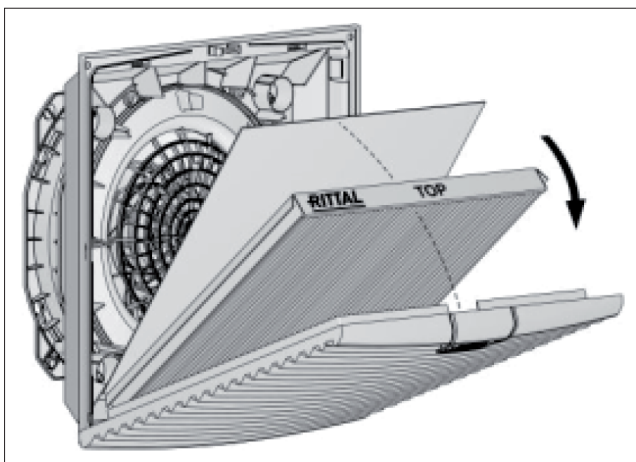

Bild 9: Inbyggnad av finfiltermatta IP55
- Gäller endast IP55: Lägg den absorberande fiberduken som medföljer finfiltermatta för IP55 på det redan ilagda finfiltermattan (se bild 9). Det spelar ingen roll i vilken riktning den absorberande fiberduken läggs.